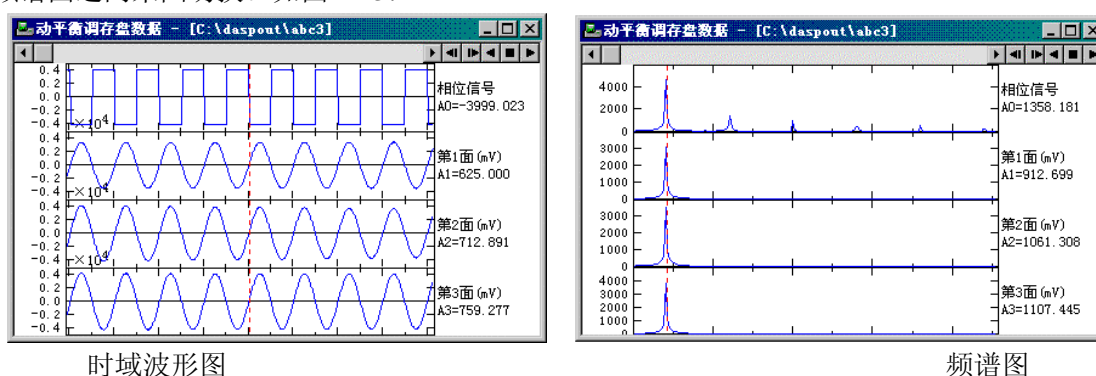

图 2-13
4. 浏览波形，屏幕将显示各通道的信号时域波形，操作屏幕上方的滚动条或按钮，则可以使波形滚动浏览，按“K”键或者按工具条上的按钮，可以改变波形显示为频谱图，重复操作可以在时域波形图和频谱图之间来回切换。如图 2-13：